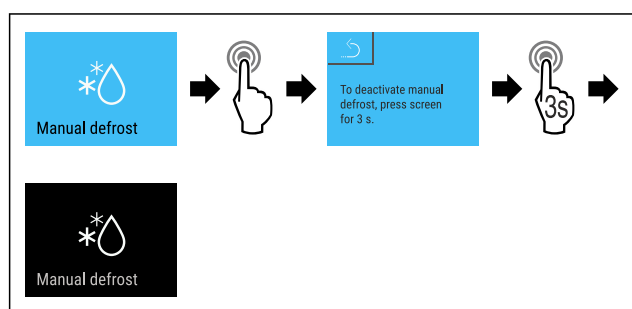

Fig. 133
- ▶ Stappen (zie Fig. 133) uitvoeren.